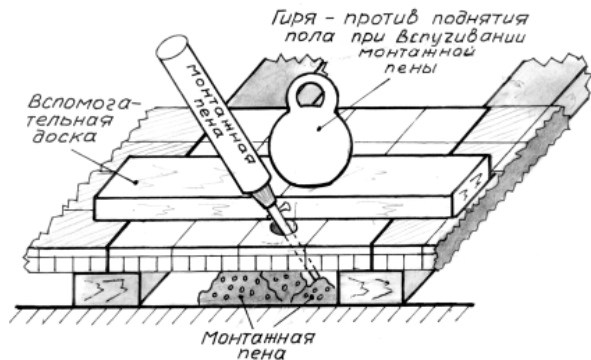

Рис. 2
3. Перед тем как запустить в отверстие монтажную пену с баллона, на щит надо положить вспомогательную доску с тяжелым грузом (**рис. 2**).